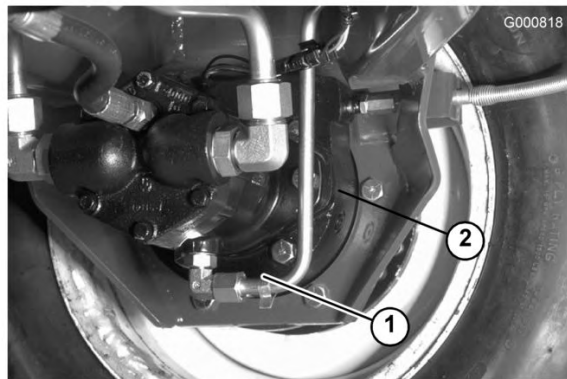

Figura 66
2. Retire el tapón del planetario (Figura 65) y el tapón de verificación de la parte trasera del freno (Figura 66)